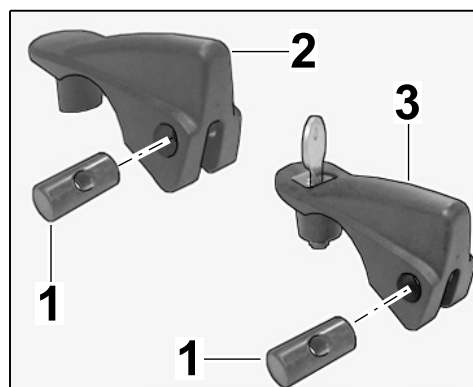

Figure 7
- 1.4.1 Insérer l'axe M6 (2 pcs) dans le levier de tension (2 pcs) (⇒ *Figure 7*).